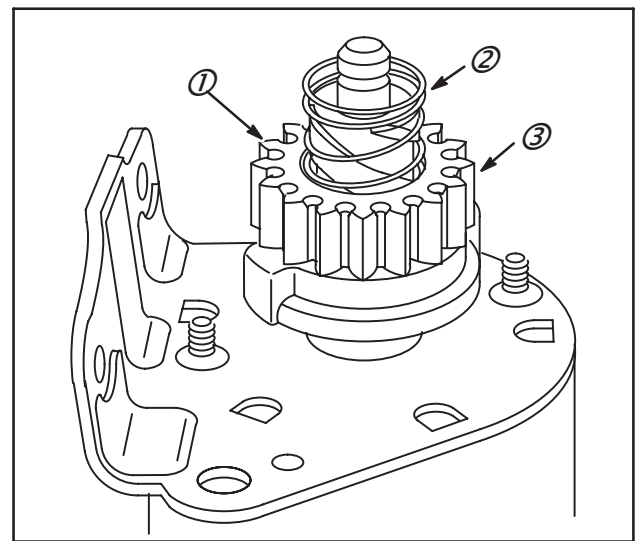

Fig. 60
2. Monter le pignon de démarreur avec le côté chanfreiné des dents vers le haut (1), Fig. 60. Puis installer le ressort de rappel (2) en s'assurant que le ressort est dans la cavité du pignon de démarreur (3).